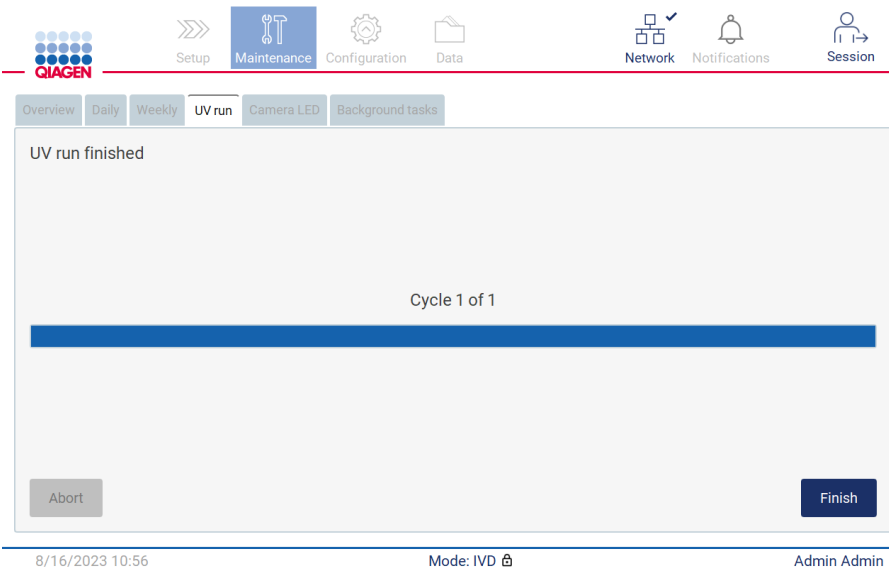

Bild 186. Skärmen UV run finished (UV-körning slutförd).
7. Ett meddelande (se Bild 186 nedan) visas när UV-körningen har slutförts. Tryck på **Finish** (Slutför) för att slutföra UV-körningen.